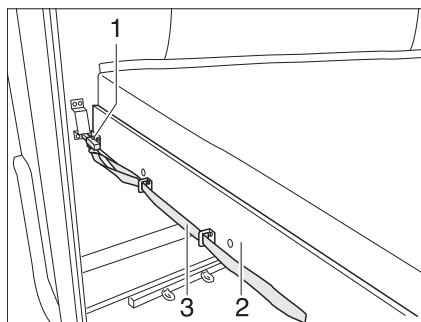

Fig. 95 Litera (parte trasera)
- Tirar del lazo (Fig. 95,3) y soltar el pestillo (Fig. 95,1).
- Tirar el somier (Fig. 95,2) junto con el colchón hacia delante hasta que engatille.